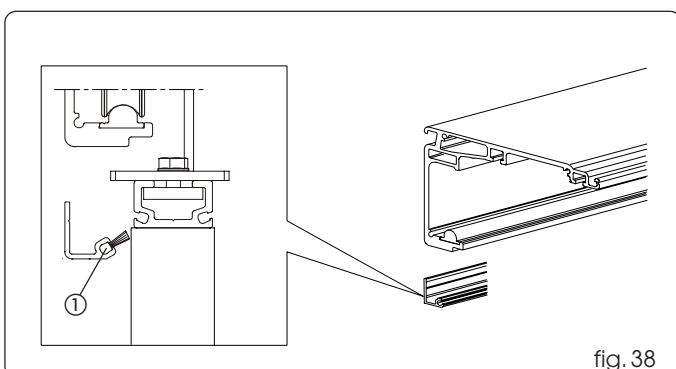

fig. 38
monte el perfil de cierre para automación estándar tal y como se muestra en la fig. 38.
Introduzca el cepillo (si estuviera previsto) en el perfil de cierre antes del montaje fig. 38 ref. ①.